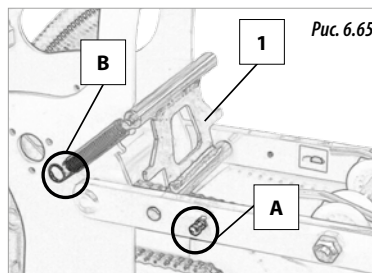

Рис. 6.65
- 1- Поднять сеялку. Зацепить ПРУЖИНУ за упор (В), при этом рычаг (1) передвинется в крайнее положение (рис. 6.65).